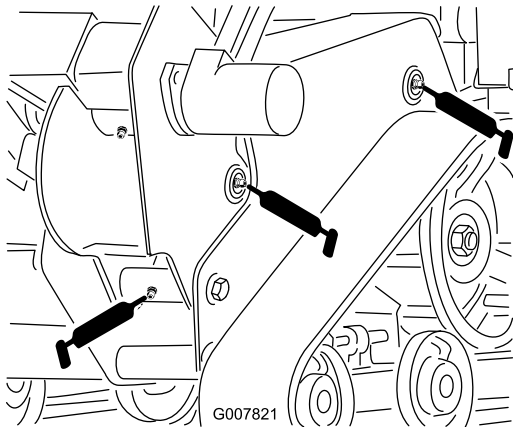
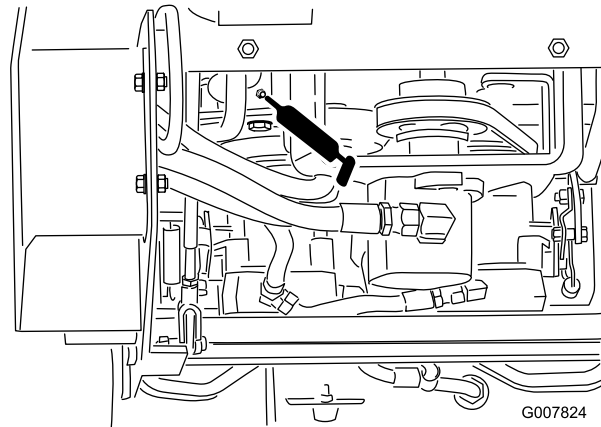

Bild 23
Bild 26
4. Setzen Sie die Fettpresse nacheinander an allen Nippeln an (Bild 23 und Bild 26).